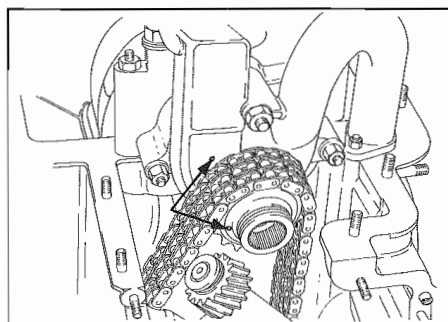

Fig. 132 - Riferimento "O"
- Far coincidere il dente segnato con uno 0 sul pignone comando distribuzione con il relativo contrassegno 0 sulla pompa olio (**Fig. 132**).
- Line up tooth mark with 0 on distribution control pinion with mark 0 on oil pump (**Fig. 132**).